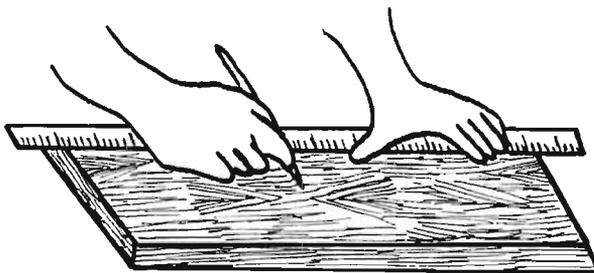

FIG. 1
- Marque punto de referencia mida -- distancia de acuerdo a la medida -- de la obra.(Fig 1)